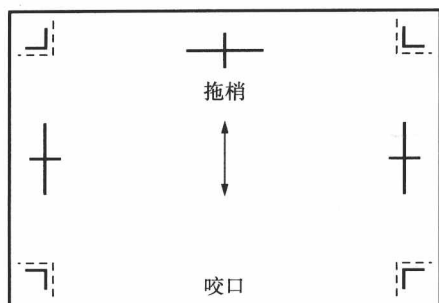

图 1-5 印版规矩线的布局示意图
印刷中，规矩线是每色图文准确套印或成品尺寸裁切的依据，如图 1-5 所示。
①十字规矩线由互相垂直的横、竖细实线构成，传动侧和操作侧各一，互为对称，拖梢处有一个，十字线的竖线是轴向图文位置调节依据，横线是径向图文位置调节依据。
②角线分布在印版的四角，图文印入纸张，四角的角线必须印齐全。
③裁切线是印品有效而最小的净切尺寸。切线的位置在所有规矩线的最里面（如图 1-5 角线上的虚线），所以当裁切光边时，其他的规矩线都会被跟着切去。